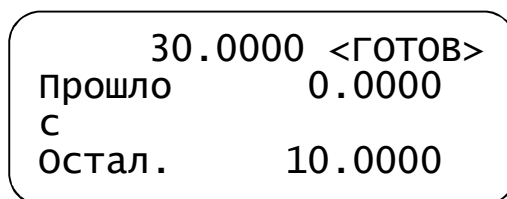

Рис. 6. Рабочее меню.
2.3.5 Через пять секунд на табло должно появиться Рабочее меню (рис. 6).
В рабочем меню (рис. 6) нажать клавиши (1), (5), (9), (13), соответствующие интервалам 1, 3, 30, 60 минут. Далее нажать клавишу «Пуск» (8).